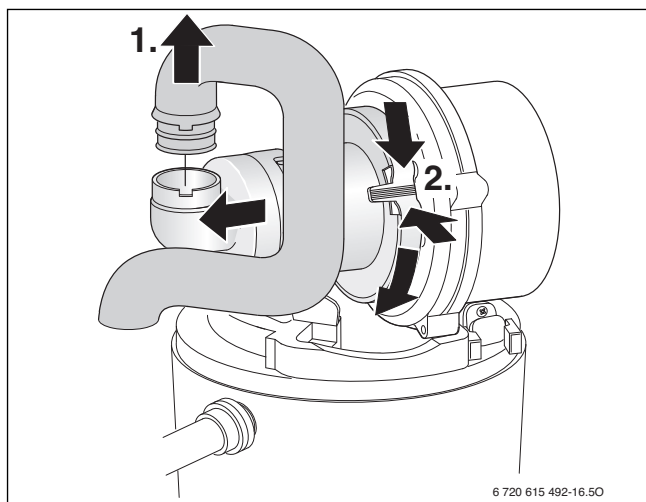

Fig. 46 Smontaggio del tubo di aspirazione e del dispositivo di miscelazione
- ▶ Smontare il dispositivo di miscelazione (→ fig. 46).